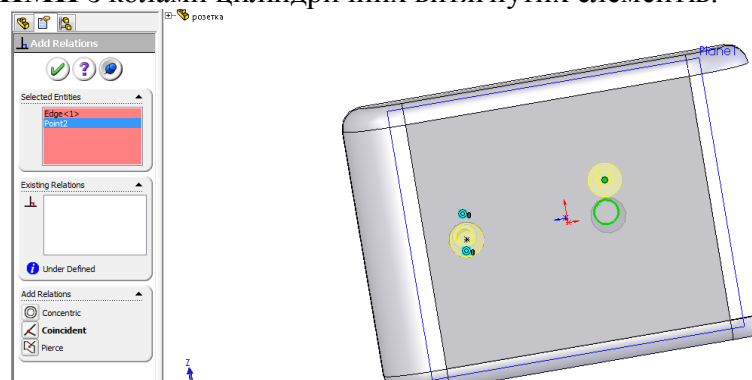

Рис. 6.1.10. Положення отворів
9. Перейдіть у даному діалоговому вікні на вкладку ПОЗИЦІЯ (POSITION) і перед вами появиться ескізне середовище, в якому необхідно відмітити точки на основі яких будуть будуватися отвори. Також необхідно проставити розміри в ескізі (рис. 6.1.10) або використовуючи інструмент ВЗАИМОСВЯЗИ зробити центри отворів **КОНЦЕНТРИЧНИМИ** з колами циліндричних витягнутих елементів.